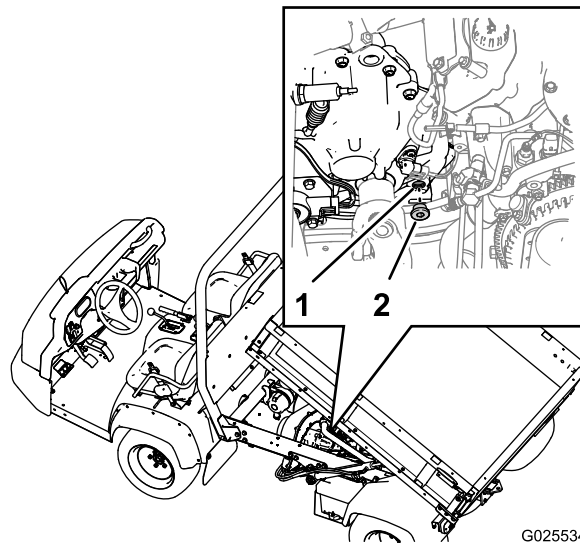

Figura 57
1. Localize o tampão de enchimento na área interior inferior, na parte de trás da transmissão (Figura 57).
3. Rode o tampão no sentido contrário ao dos ponteiros do relógio e retire o tampão do orifício de enchimento na transmissão (Figura 57).
4. Se o nível do fluido de transmissão for baixo, adicione fluido do tipo especificado através do orifício de enchimento, até o nível do fluido estar alinhado com a parte inferior da rosca no orifício (Figura 57).
6. Instale o tampão de enchimento na transmissão e aperte-o bem à mão (Figura 57).